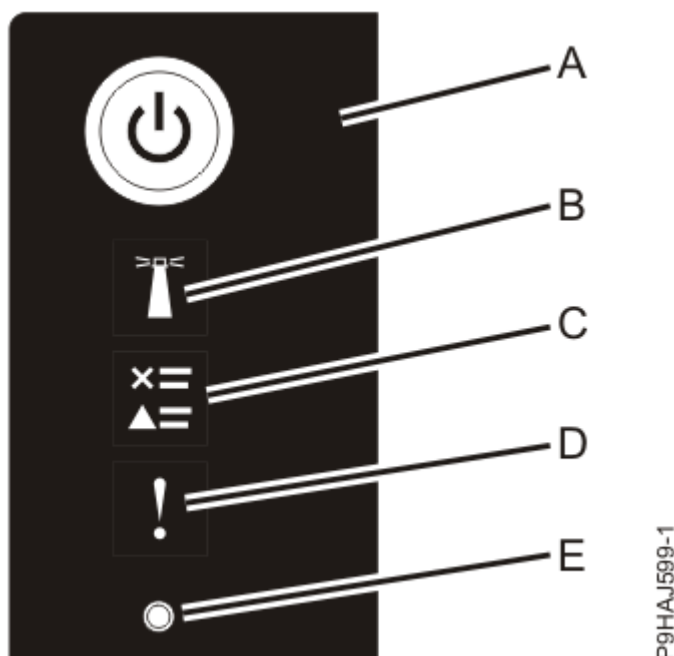

Figura 28. LED de panel de control
3. Pulse el botón de encendido **(A)** en el panel de control, tal como se muestra en la Figura 28 en la página 36.